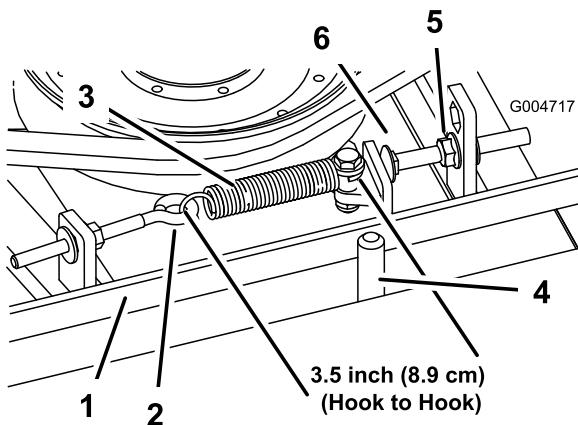

Figura 70
Cuando está correctamente tensado, la longitud del muelle de extensión (entre ganchos) debe ser de 8,9 cm  $\pm$  6 mm aproximadamente (medida interior). Una vez que haya obtenido la tensión correcta del muelle, ajuste el perno de tope (perno de cuello cuadrado) hasta que quede aproximadamente 3 +1,5/0,0 mm de holgura entre la cabeza del perno y el brazo tensor (Figura 70).
**Nota:** Asegúrese de que la correa está colocada en el lado del muelle de la guía de la correa (Figura 70).
2. Afloje el perno de ojal para poder retirar el muelle de extensión (Figura 70).
3. Afloje la tuerca con arandela prensada que fija el perno de tope a la pletina de montaje. Desenrosque la tuerca lo suficiente para permitir que el brazo tensor pase por el perno de tope (Figura 70). Aleje la polea tensora de la correa para aliviar la tensión de la correa.
8. Vuelva a conectar el muelle de extensión (Figura 70) al perno de ojal y tense la correa de la siguiente manera: